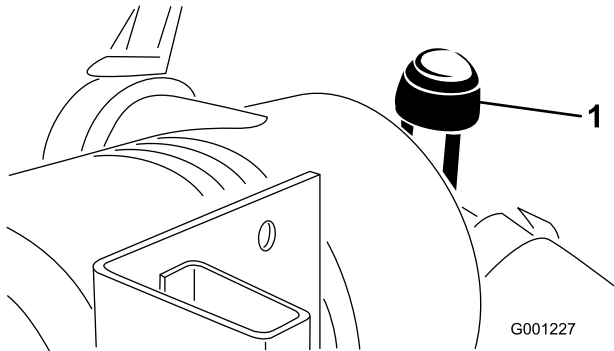

Figura 45
- Efectue a manutenção do filtro de ar quando o indicador do filtro de ar (Figura 45) ficar vermelho ou a cada 400 horas (com maior frequência em condições de trabalho muito sujas ou poeirentas). Não efectue a manutenção do filtro de ar com demasiada frequência.
9. Reinicie o indicador (Figura 45), se este estiver vermelho.